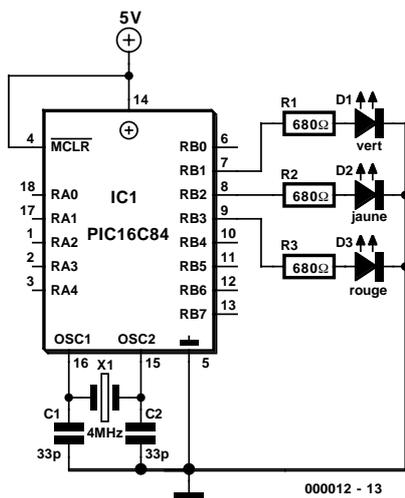

Figure 3. Le matériel de démonstration des feux tricolores.
tie du montage, le microcontrôleur et sa mémoire RAM/ROM par exemple. Le blindage métallique pourra être fixé par le biais de picots placés aux endroits requis sur la platine et reliés à la masse. La **figure 3** donne un exemple de réalisation pratique.
**Figure 3.** On pourra isoler certaines parties du montage par le biais de cloisons et d'enclôts à couvercle. On veillera à relier le blindage à la masse, par le biais, par exemple, de picots eux-mêmes reliés à la masse.